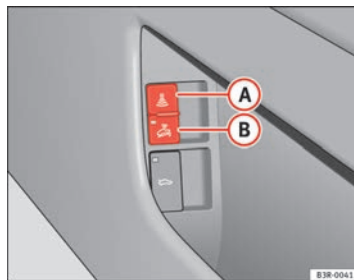

Fig. 79 Tasto del controllo dell'abitacolo
- Aprire lo sportello e tirare l'interruttore  con il simbolo  a lato del vano portaoggetti nella porta del conducente ⇒ fig. 79.
⇒ pag. 114, fig. 79.